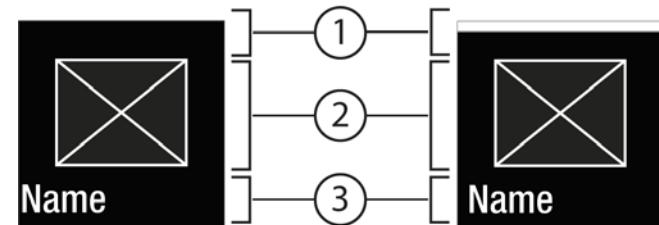
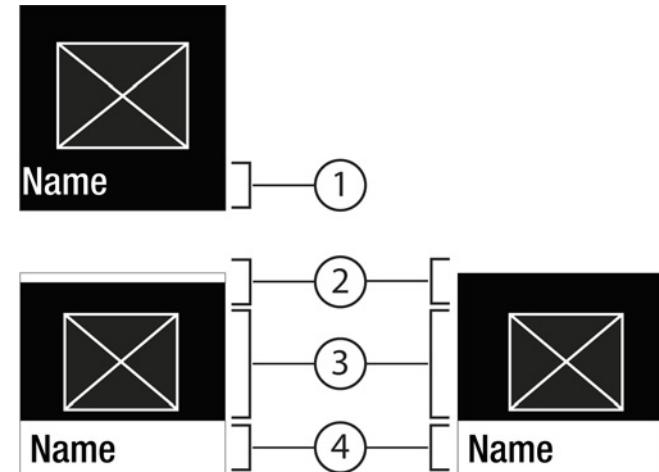

Fig. 7
Fig. 8
- С помощью Подтвердить Fig. 6 (2) вызвать Подменю Fig. 8 (4).
- Установка нового значения: С помощью Подтвердить Fig. 6 (2) выбрать деактивированное значение Fig. 7 (1).
- Назад в меню: С помощью Подтвердить Fig. 6 (2) выбрать уже активированное значение Fig. 7 (2).
- ▷ Состояние: активировано Fig. 7 (1) появляется недолго в Подменю Fig. 8 (4).